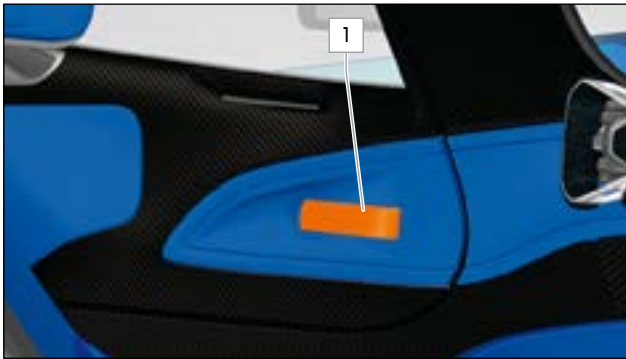

ABB. 43 SOFT-GRIFF INNEN
Der Soft-Griff an der Innenseite der Tür 1 (» Abb.43) darf nicht zum Schließen der Tür von innen verwendet werden. Das muss das Team von außen erledigen.
- Den Soft-Griff an der Innenseite der Tür 1 (» Abb.43) nach vorn ziehen, um die Tür zu entriegeln.